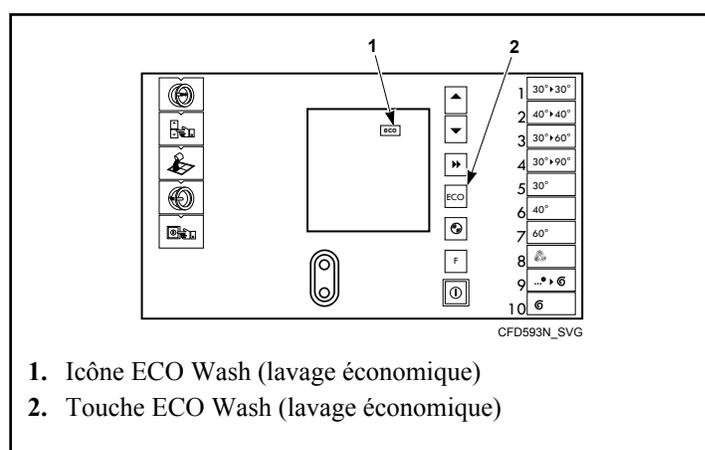

Figure 27
- Appuyer sur la touche ECO Wash (lavage économique). Se reporter à la *Figure 27*. L'icône ECO Wash (lavage économique) s'affiche à l'écran.